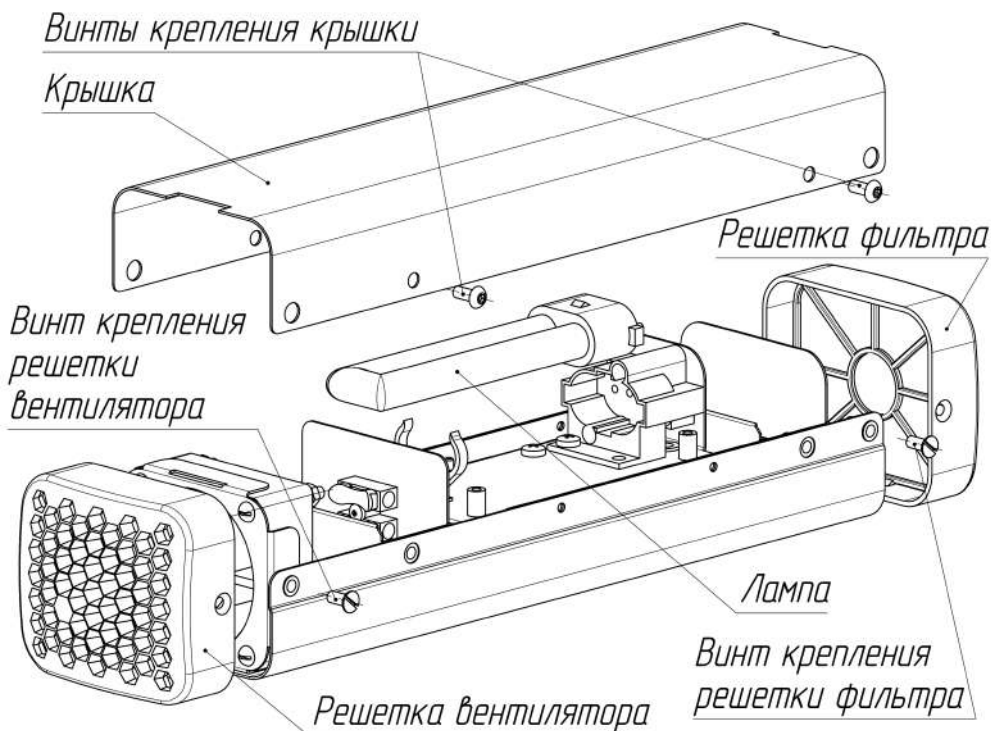

Рис. 4. Схема замены лампы.
7. Замена ламп (должна производиться по истечении срока службы (см. таблицу 2))(Рис. 4):